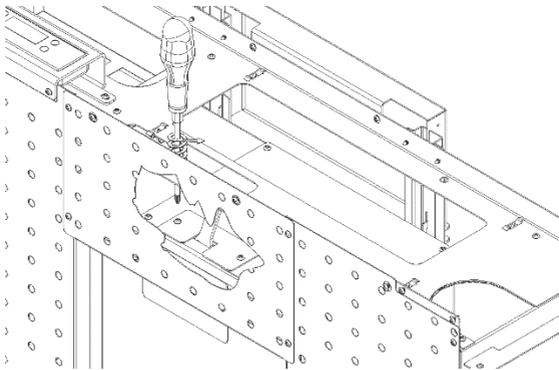

Figura 67 - Retirada de la tapa de bloqueo
n) Una vez concluida la instalación eléctrica y antes de proceder al montaje del lateral, quite la lengüeta de bloqueo del registro de aire canalizable, aflojando los tornillos que la sujetan a la cámara de combustión, como se muestra en la Figura 67.